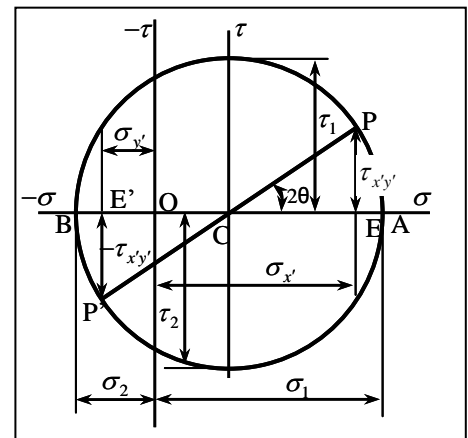

Fig.2 モールの応力円
1. Fig.2 に示すようなモール円を用いて図式的に求める.